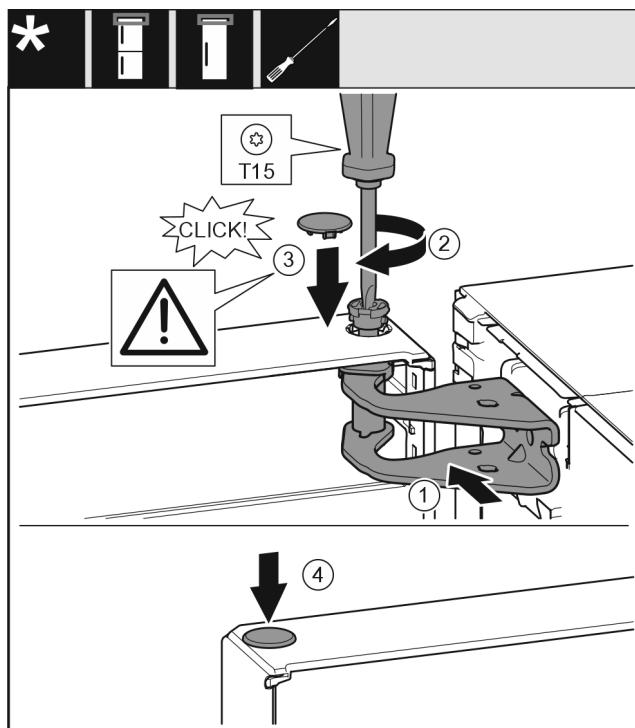

Fig. 19
- ▶ Вирівняйте дверцята зверху по отвору в опорному кронштейні. Fig. 19 (1)
- ▶ Вставте палець та закрутіть за допомогою викрутки T15. Fig. 19 (2)
- ▶ Встановіть захисну кришку для захисту дверцят: вставте захисну кришку і проконтрольуйте, щоб вона прилягала до дверцят. Якщо це не так, повністю вставте палець. Fig. 19 (3)
- ▶ Вставте пробку. Fig. 19 (4)